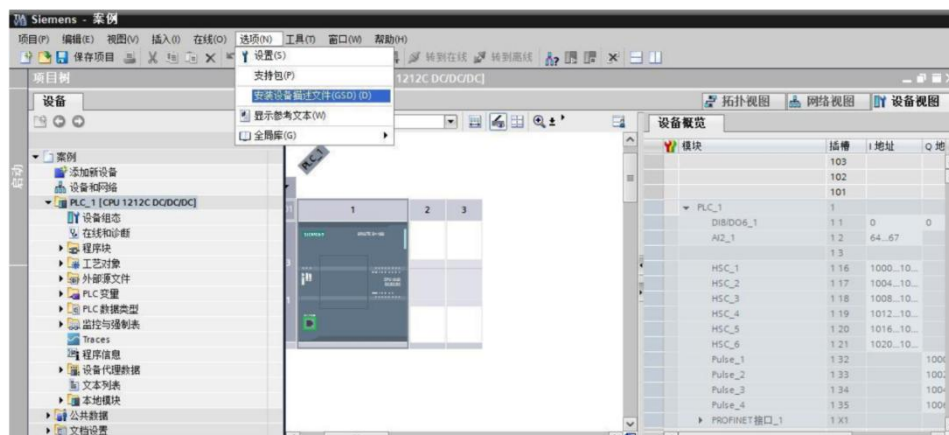
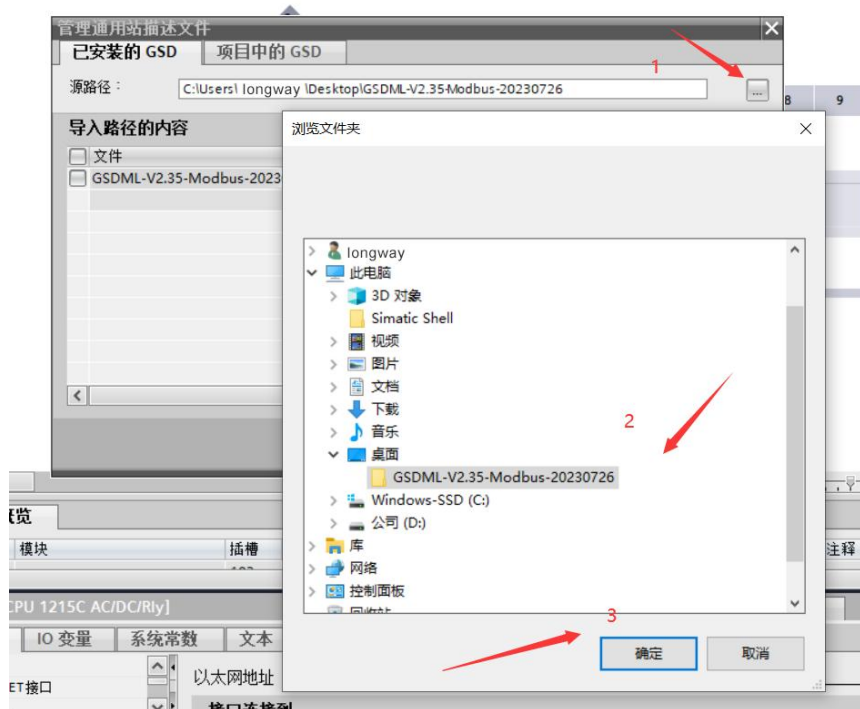

图 4-1
图 4-2
Step1: 根据图 4-1 所示路径，打开“安装设备描述文件”窗口，进入图 4-2 所示界面。
Step2: 根据图 4-2 所示步骤, 选择包含 GSD 文件的文件夹, 点击“确定”。即可显示出文件夹中的 GSD 文件, 如图 4-3 所示